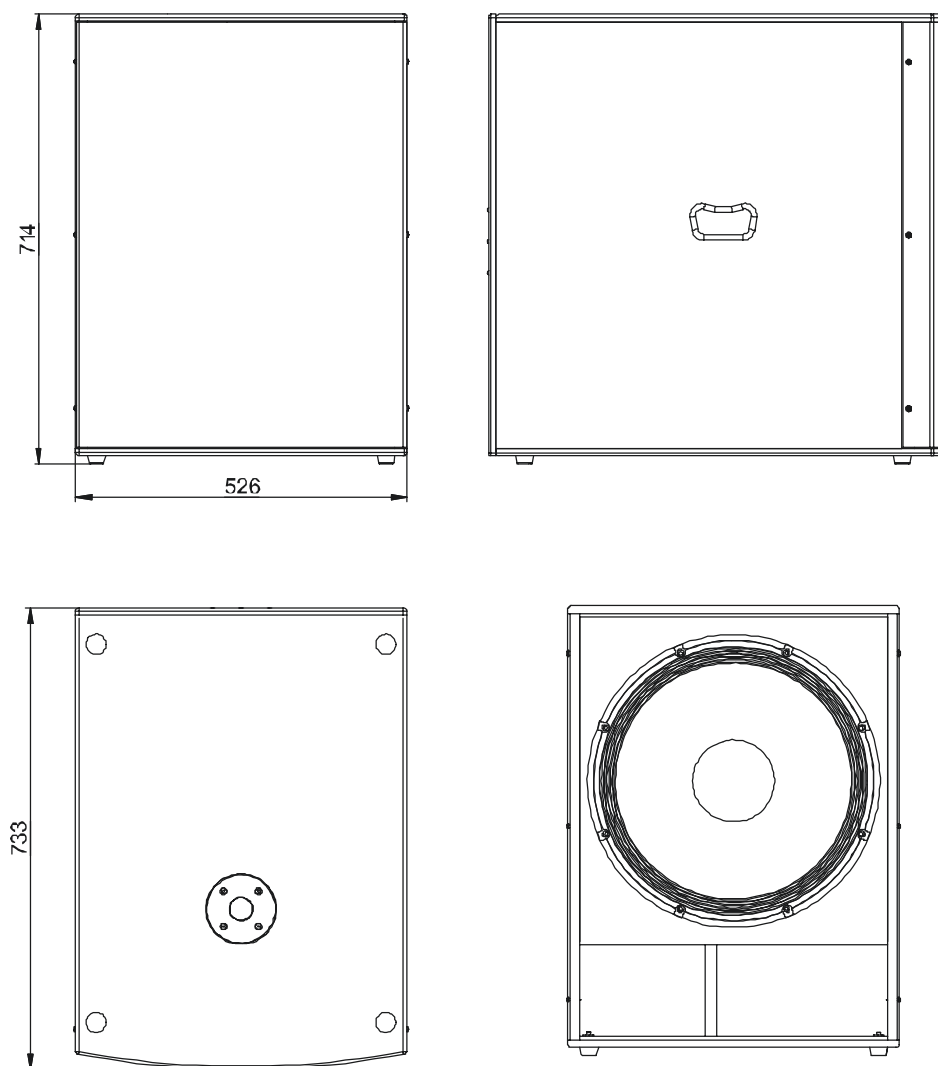

Рис.3. Габаритные и присоединительные размеры
7.2 Габаритные и присоединительные размеры указаны на рис.3.